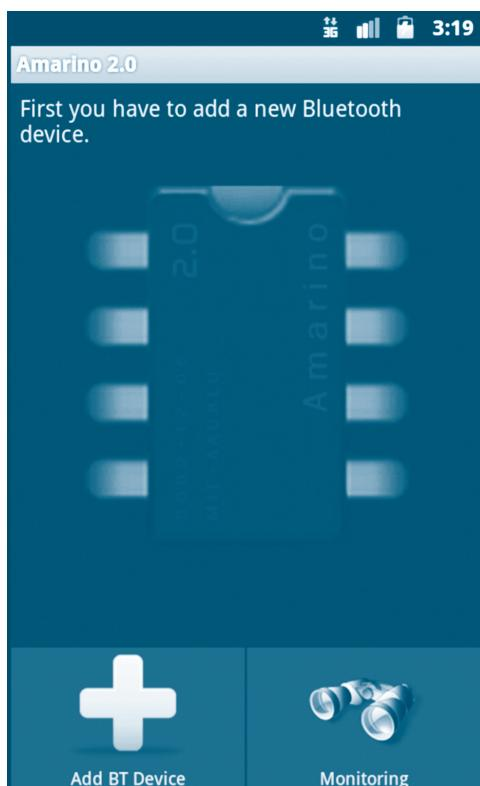

Figura 1-15 O Aplicativo Amarino.
Antes de executar o aplicativo DroidDroid, precisamos usar o aplicativo Amarino (Figura 1-15).
No menu principal mostrado na Figura 1-15, clique no botão “Acrecente dispositivo BT” (Add BT Device). Você verá uma lista de dispositivos Bluetooth (BT) que estão ao alcance.